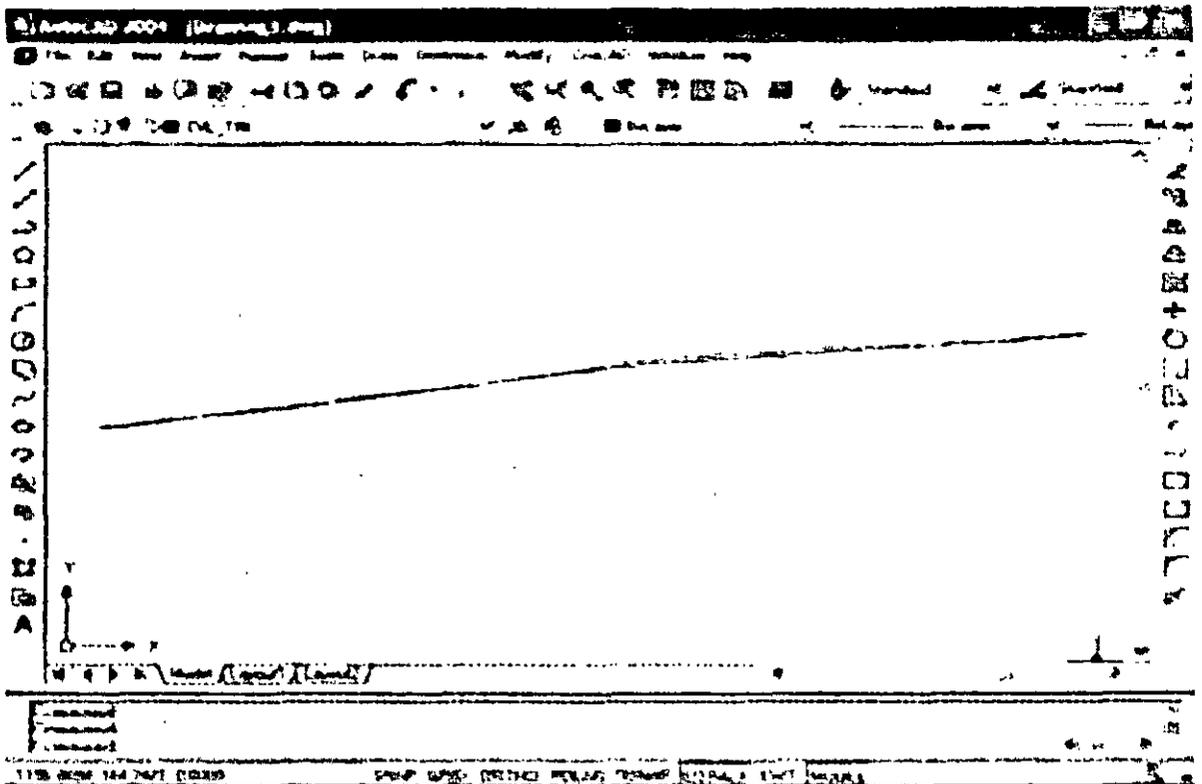

Fig. 24: Perfil de terreno y proyecto.
4. Seleccione la rutina para dibujar el perfil de proyecto y especificar elevaciones, pendientes y puntos de inflexión(Altimetría→Perfiles→Proyecto→Dibujar). Si es necesario puede dibujar curvas verticales en el perfil de proyecto utilizando la rutina correspondiente. El perfil de proyecto puede moverse hacia arriba o hacia abajo para modificar la elevación de las rasantes, mientras no se desfase horizontalmente respecto al perfil de terreno (fig. 24).